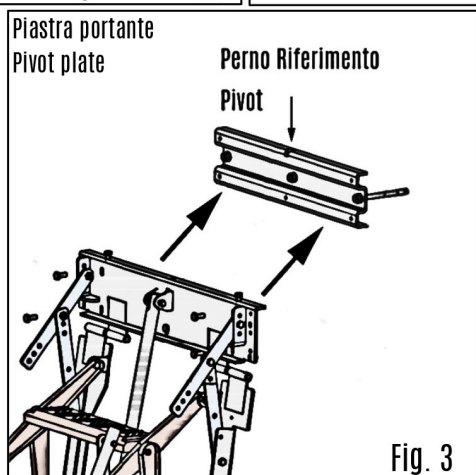

Fig. 3
3. Agganciare la piastra portante al Vostro supporto fisso, facendo attenzione di far alloggiare il perno di riferimento e accertarsi di aver mantenuto la posizione in bolla. (Fig.3)
3. Hook the carrier plate to your fixed support, making sure to accommodate the reference pin always leveled. (Fig.3)